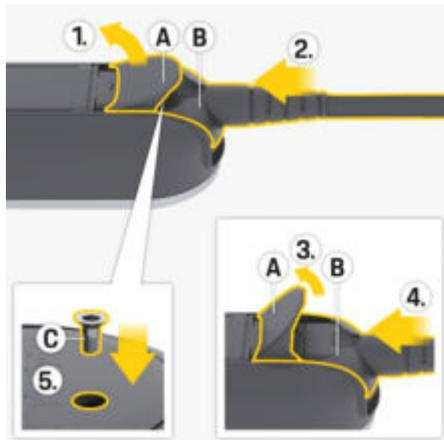

Fig. 14: Fixation des câbles d'alimentation et des fiches
1. Ouvrez le couvercle **A** (Fig. 14) à environ 15 degrés (juste assez pour que la fiche **B** (Fig. 14) s'insère dans le module de commande).
2. Insérez la fiche **B** (Fig. 14) dans le module de commande jusqu'au premier point de résistance.
3. Ouvrez complètement le couvercle **A** (Fig. 14).
4. Insérez entièrement la fiche **B** (Fig. 14).
5. Fermez complètement le couvercle **A** (Fig. 14) et fixez-le avec une vis **C** (Fig. 14).